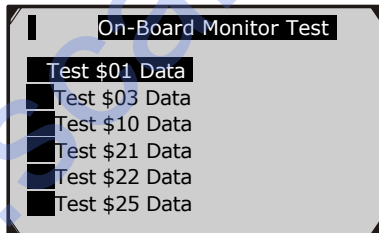

Рисунок 6.27
- 5) В меню **On-Board Monitor Test** используйте кнопки прокрутки **ВВЕРХ/ВНИЗ** для выбора теста для просмотра и нажмите **ОК**. (Рисунок 6.27)